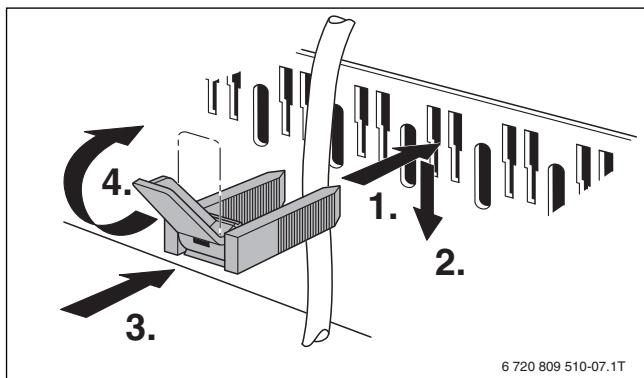

Рис. 24 Крепление электрических проводов хомутами
- Закрепите все электрические провода хомутами (→ рис. 24):